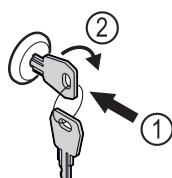

Fig. 125 Beispielhafte Darstellung
- Schlüssel hineindrücken Fig. 125 (1).
- Schlüssel um 90° gegen den Uhrzeigersinn drehen Fig. 125 (2).
- Schlüssel um 90° im Uhrzeigersinn drehen Fig. 125 (2).